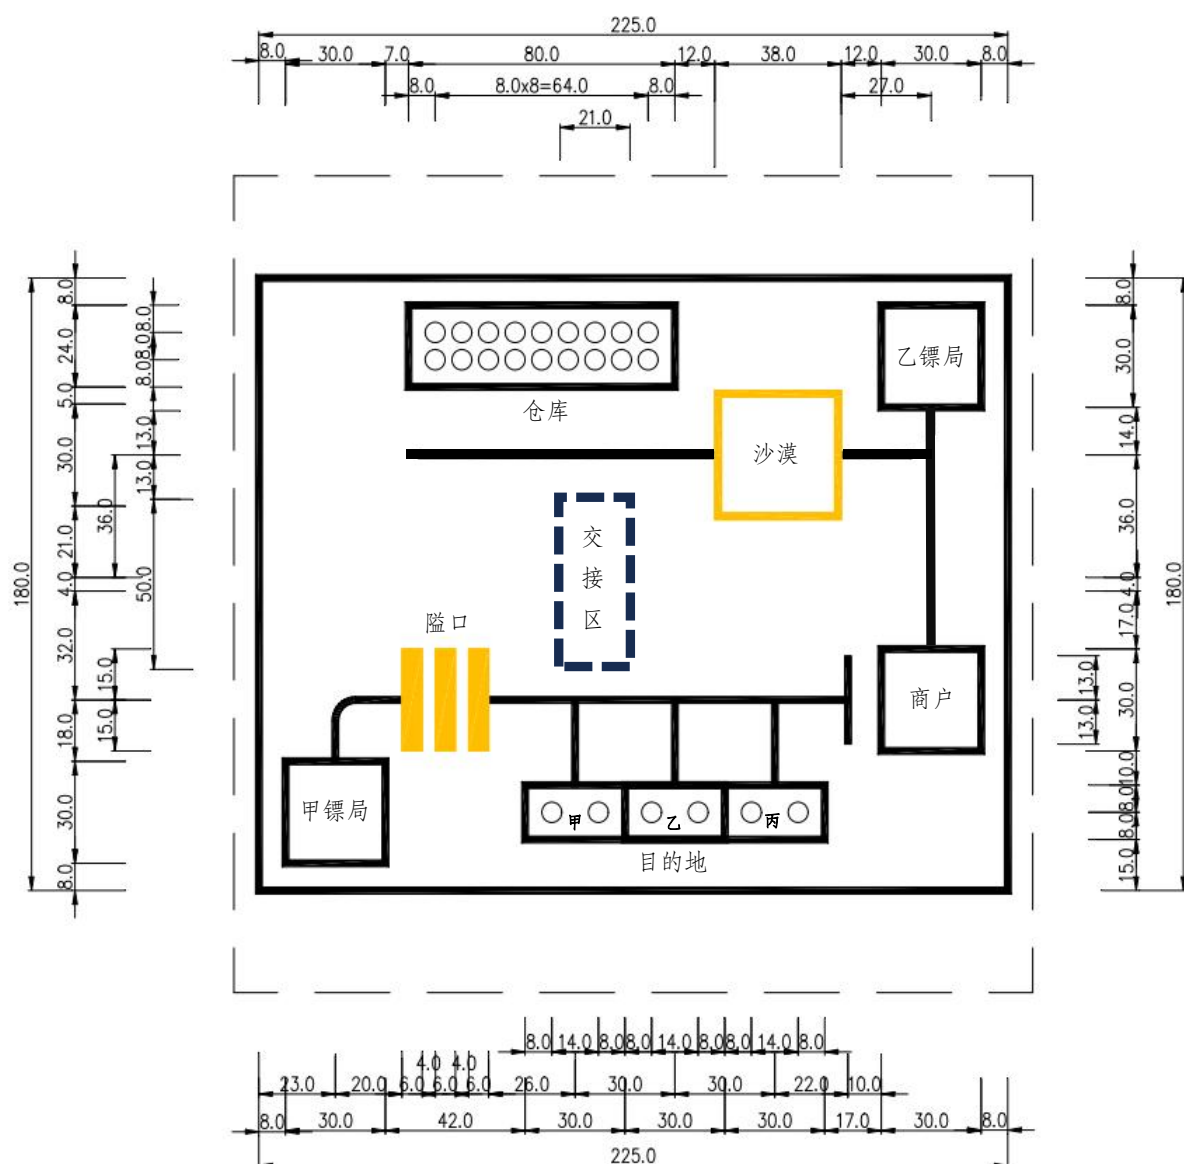
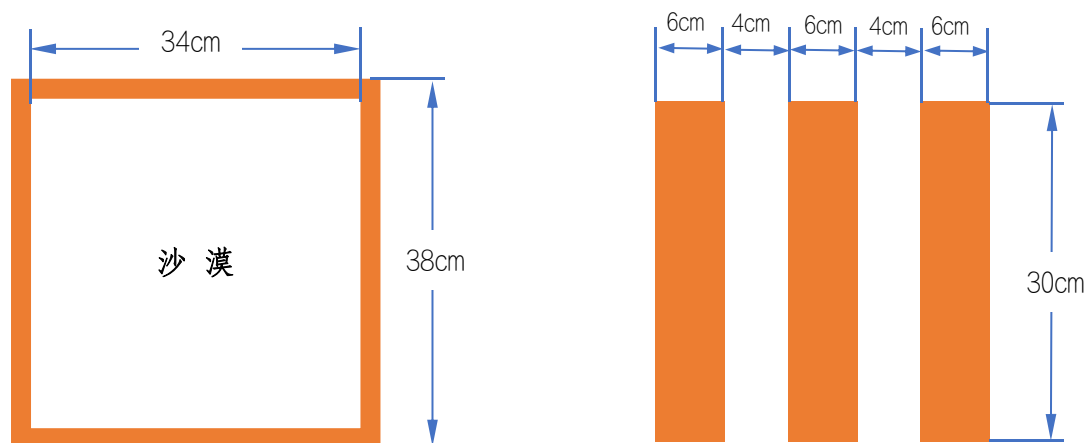

图 1 场景搭建示意图
图 2 沙漠区和隘口尺寸示意图
1. 机器人的运行场地尺寸约为  $225\text{cm} \times 180\text{cm}$ ，场地中设有 8 个不同的区域，其中 2 个镖局（出发区）、1 个沙漠区、1 个隘口、1 个仓库、1 个商户、1 个目的地和 1 个交接区。甲、乙镖局（出发区）、商户区的尺寸均为  $30\text{cm} \times 30\text{cm}$ ，沙漠区和隘口如图 2 所示，交接区为  $21\text{cm} \times 50\text{cm}$ （边框为虚线），仓库区  $80\text{cm} \times 24\text{cm}$ ，目的地为  $90\text{cm} \times 16\text{cm}$ 。场地中的黑色引导线和区域边界可分别用宽度约  $1.5\text{cm}$  的黑色电工胶带粘贴而成，各区域的分布、尺寸及相互位置间关系见图 1。各区域可以按照图示颜色设置对应背景颜色，也可以为白色背底。
场地中放置两种类型的障碍物，其材质、具体位置和高度均以现场公布为准。沙漠区（橙色区域）为高度不超过 2cm，边长 38cm 的正方形区域，隘口区（橙色区域）的高度不超过 1cm，长度和宽度分别如图 2 所示。